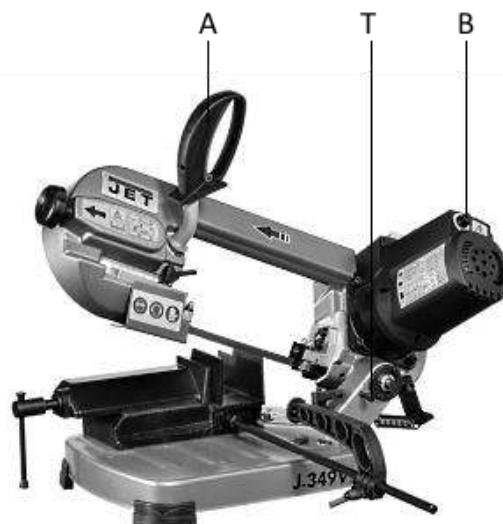

Рис.1
- Скорость выбирается в зависимости от материала заготовки (B, рис.1)
- Запустите движение полотна при помощи нажатия на переключатель, расположенный на ручке (A, рис.1)
Не надо сильно давить на пилу. Ручку пилы нажимать так, чтобы не перенапрягать ленту пилы. Перед пуском пилы в эксплуатацию необходимо освободить транспортировочный стопор (T, рис.1). Перед транспортировкой станка необходимо установить стопор. Установка угла пиления